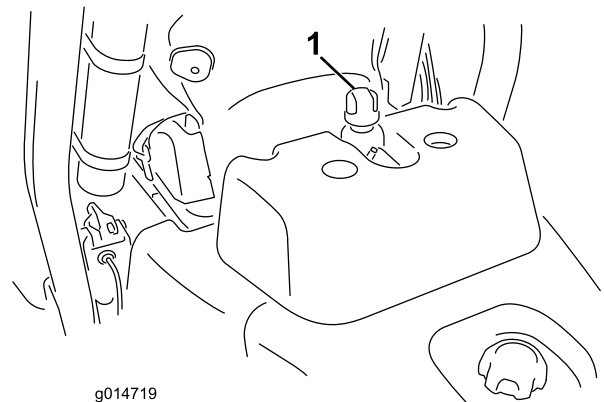

Рисунок 30
2. Снимите крышку с бака (Рисунок 30).